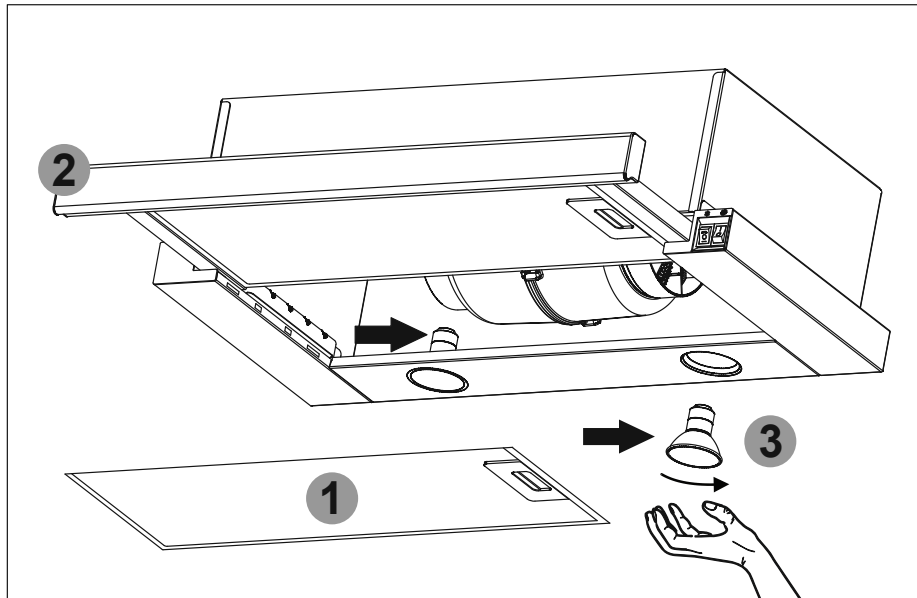

Рис.7
8.9 На вытяжке установлены **HALOGEN** лампы подсветки рабочей зоны плиты. Перед началом замены ламп освещения необходимо отключить вытяжку от электросети, дать возможность охладеть лампам. Для замены лампы необходимо снять алюминиевый фильтр **1**, вытянуть выдвижную панель с фильтром **2**, отжать держателя патрона на себя, чтобы лампа **3** вышла из корпуса вытяжки, удерживая держатель патрона, слегка надавить на лампу в направлении патрона и, повернув ее против часовой стрелки, вынуть из корпуса вытяжки (**рис.7**).